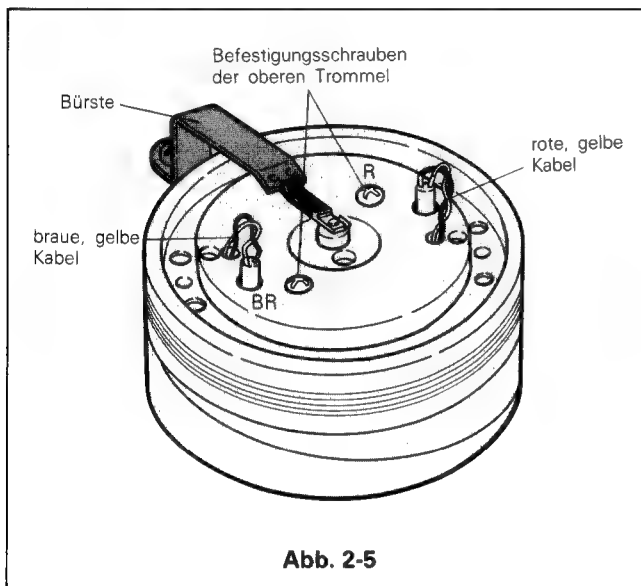

Abb. 2-5
2. Entfernen Sie die Schrauben, die den Schleifer befestigen wie in Abb. 2-5 und entfernen Sie den Schleifer.
3. Entfernen Sie die beiden Schrauben der oberen Trommel wie in Abb. 2-5 und ziehen Sie die obere Trommel vorsichtig nach oben hinaus.